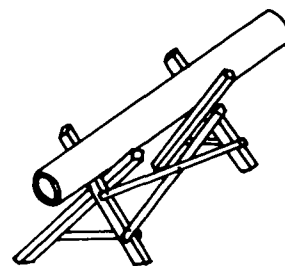

FIG. 1
2.º Passo – Marque o comprimento a cortar (fig. 1).